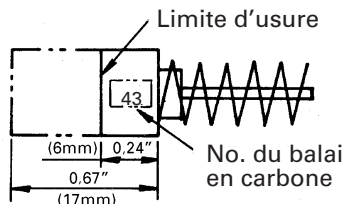

Fig. 17
2. Inspection des balais en carbone (Fig. 17)
REMARQUE: Utiliser le balai en carbone metabo HPT No. 43 indiqué sur la figure 17.